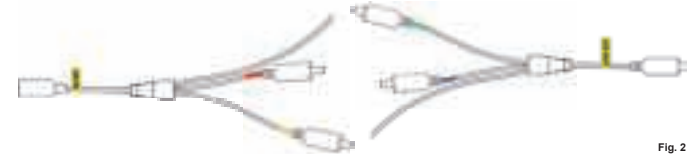

Fig. 2
- Zorg ervoor dat de sensorkabel correct achter de trap is geplaatst. De kabel heeft aan elk uiteinde drie stekkers; de connector met het label "AD IN" (zie fig. 2) wordt aangesloten op de stroomvoorziening, de connector met het opschrift "LED OUT" wordt aangesloten op de hoofdleiding/kabel (met T-connectors). Afhankelijk van waar de voeding zich bevindt (beneden of boven aan de trap), moet de sensorkabel in de juiste richting worden gelegd, zodat de aansluitingen overeenkomen met de labels.